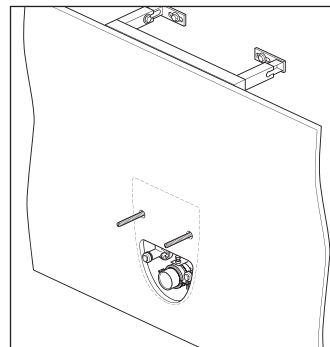

Рис. 12 / Сур. 12
12. Постройте перегородку, проделав отверстия для болтов и труб. При необходимости выложите плитку на поверхность перегородки или нанесите отделку (рис. 12).